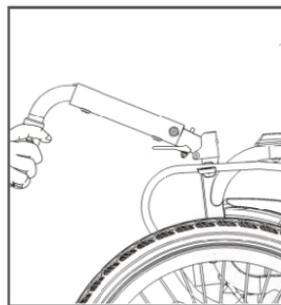

Figura 7
- Uso del meccanismo di ripiegamento dello schienale: tenga la maniglia con entrambe le mani, sollevi il tubo dello schienale in senso orario fino a quando il perno di espulsione del dispositivo di ripiegamento dello schienale scatta nel foro del perno di espulsione, si veda la Figura 7; imballaggio: premere la fibbia del dispositivo di ripiegamento dello schienale con le dita, tenere il dispositivo di ripiegamento dello schienale con entrambe le mani. La ripieghi in senso antiorario, dopo aver verificato che il perno di espulsione sia uscito dal foro del perno di espulsione, si veda la Figura 8.